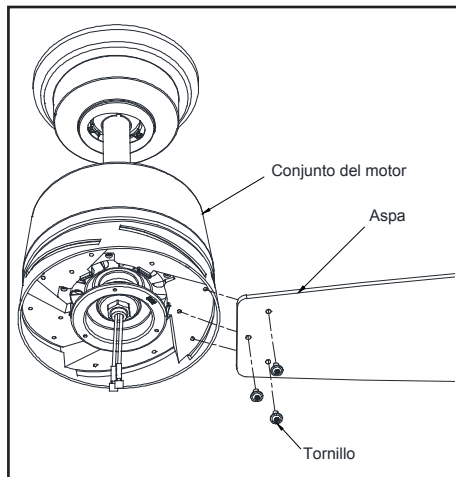

Figura 12
1. Inserta el asa en la abertura en el volante central, alinea los tres orificios para tornillo en el asa con los orificios para tornillo en el volante. Asegura con los tornillos provistos. (Figura 12)